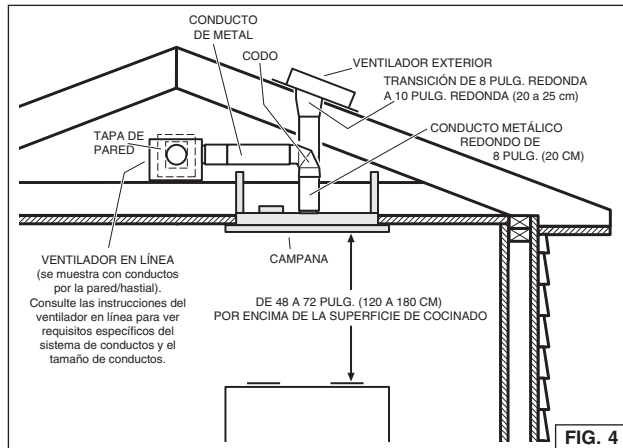

FIG. 4
1. Elija la ubicación de la campana, el ventilador exterior o en línea y cualquier tapa de techo o pared, y decida dónde colocará los conductos. Vea sugerencias en la Fig. 4 y en las instrucciones del ventilador exterior o en línea.
La campana siempre debe centrarse arriba de la estufa. Asegúrese de tener el espacio adecuado en la estructura del techo para instalar la campana y los conductos. La campana debe montarse de 48 a 72 pulg. (120 a 180 cm) por arriba de la estufa para extraer mejor las impurezas al cocinar. Fig. 4.